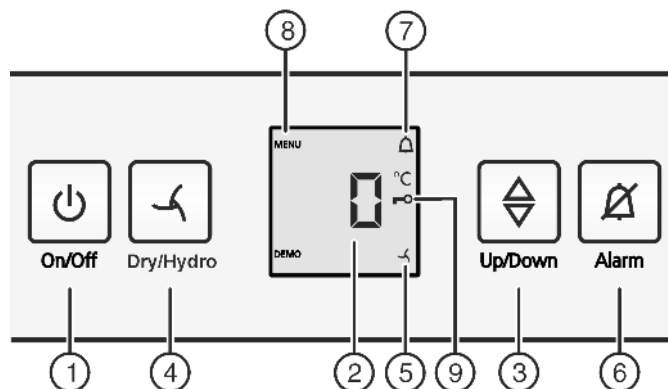

Fig. 2
- ▶ Toets On/Off Fig. 2 (1) indrukken.
- ▶ Instelmodus activeren: druk gedurende ca. 6 sec. op de toets Dry/Hydro Fig. 2 (4).
- ▷ Hetsymbool Menu Fig. 2 (8) is verlicht.
- ▶ De toets Dry/Hydro Fig. 2 (4) om te bevestigen kort indrukken.
- ▶ Voor het inschakelen van de kinderbeveiliging toets Dry/Hydro Fig. 2 (4) kort indrukken.
- ▷ Het symbool Kinderbeveiliging Fig. 2 (9) brandt. In het display knippert **c**.
- ▶ Voor het uitschakelen van de kinderbeveiliging toets Dry/Hydro Fig. 2 (4) kort indrukken.
- ▷ Het symbool Kinderbeveiliging Fig. 2 (9) dooft. In het display knippert **c**.
- ▶ Instelmodus deactiveren: toets On/Off Fig. 2 (1) indrukken.
- ▶ Toets Alarm Fig. 2 (6) indrukken.